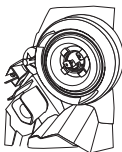

図2
- Ensure that the light fixture has a gasket seal and a metal spring or similar attachment mechanism. Use the metal spring to attach the bulb as shown in Figure 2.
- ・ヘッドランプ灯具に、ダストカバー及び留め金など、バルブを固定させるための部品や仕組みがあるか確認してください。バルブの固定には留め金を使用してください(図2参照)。
- 请确保灯具装有垫圈密封件和金属弹簧或类似的部件。用金属弹簧连接灯泡，如图2所示。